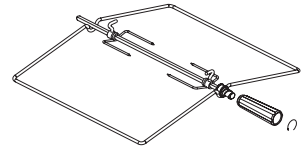
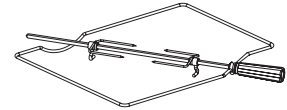

рис. 10
рис. 11
- Плиты комплектуются вертелом со съемной рукояткой (рис.10). В зависимости от комфортности, плиты могут комплектоваться вертелами другого исполнения (рис.11). При установке и извлечении использовать рукоятку, которая накручивается на резьбовую втулку.